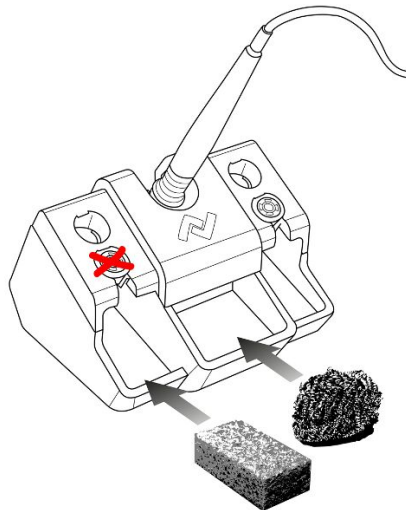

図5: はんだごての正しい保管位置。湿らせたスポンジとドライクリーナーの配置。スポンジが挿入されている場合は、前面のチップホルダーを使用しないでください。
注意:はんだごては中央のはんだごてトレイに置き、はんだチップ用の保管ホッパーに入れないでください！(図5を参照)
- c) はんだごてを収納スタンドに置きます (図5)。はんだごての接続ケーブルに張力が掛かっていないこと。
- d) ドライクリーナーを組み込みます、図5は推奨される位置です。